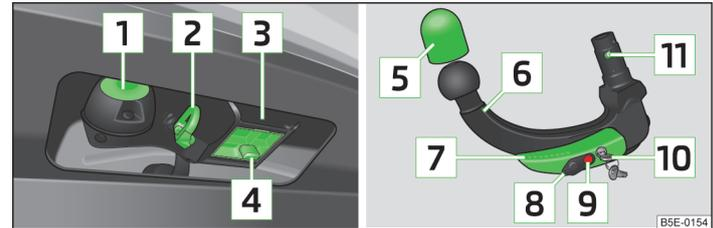

Abb. 152 Träger der Anhängervorrichtung / Kugelstange
- Die Abdeckkappe **4** » Abb. 152 auf Seite 175 auf den Aufnahmeschacht stecken. ▶
- › Die Schutzkappe **S** » Abb. 152 auf Seite 175 nach oben abnehmen.